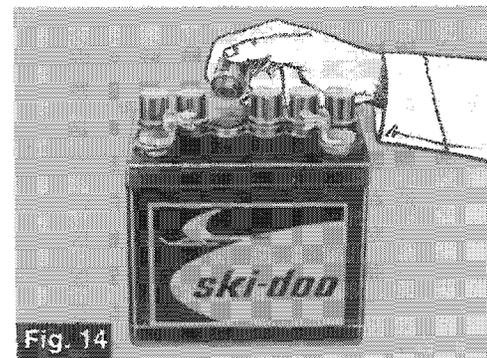

Fig. 14
Enlevez le bouchon de chaque élément et vérifiez le niveau de l'électrolyte, qui doit toucher la base du trou de remplissage; si nécessaire, ajouter de l'EAU distillée (fig. 14). (M) Vérifiez si les raccords de la batterie sont bien serrés sur les bornes et exempts de dépôts de sulfate. S'il y a des dépôts, enlevez-les à l'aide d'une brosse métallique, et nettoyez avec une solution de soda à pâte. Rincez à l'eau et séchez soigneusement.